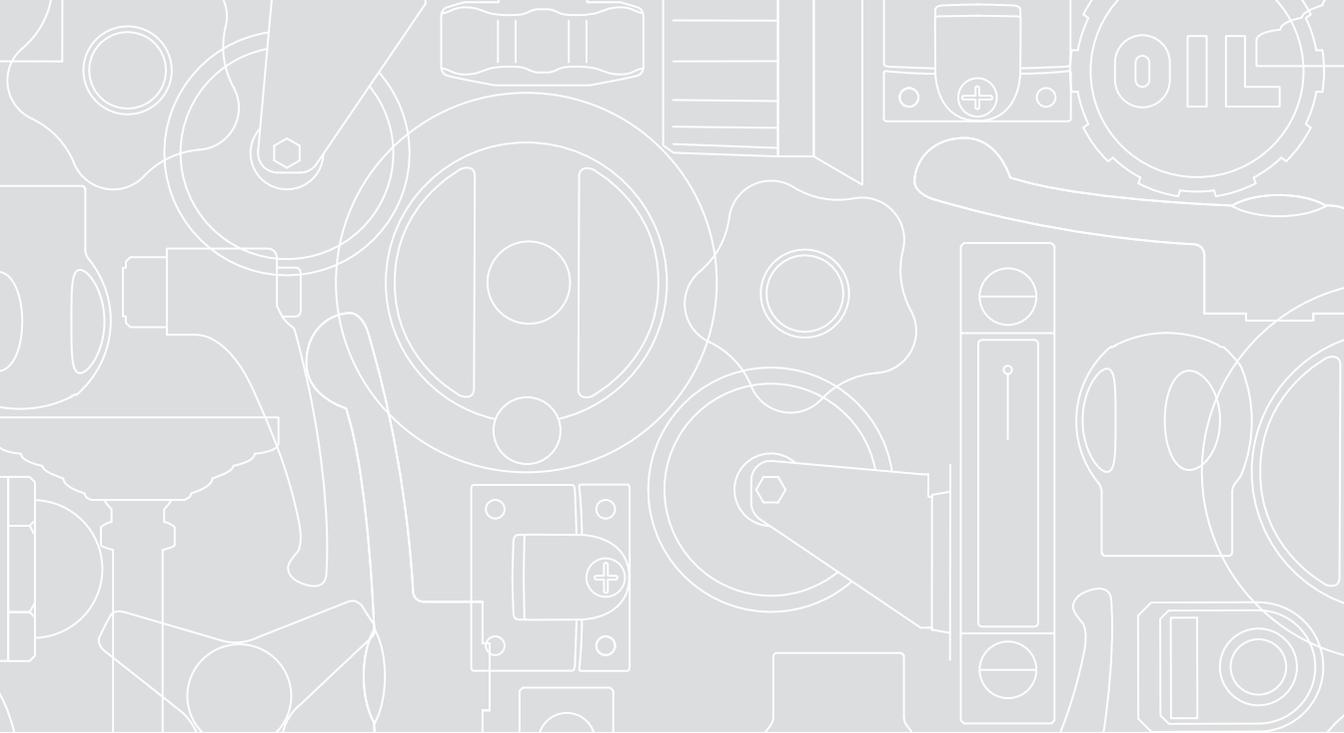

Fig.1
- La batterie interne garantit une longue autonomie (plus de 3 ans). Un symbole spécial apparaît sur l'écran quand il est nécessaire de remplacer la batterie. Le remplacement peut être effectué facilement en retirant le couvercle frontal (Fig.1) sans avoir à démonter l'indicateur de l'arbre de commande et sans aucune perte des paramètres de configuration.
L'unité de contrôle UC-RF, connectée directement au PLC, reçoit les positions cibles et les envoie aux indicateurs de position électroniques DD52R-E-RF, recevant leur position réelle (Fig.1).